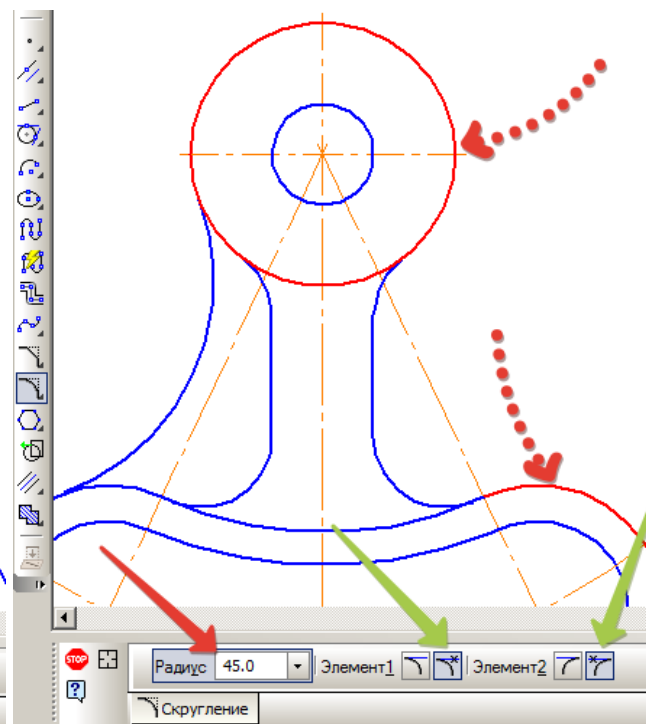
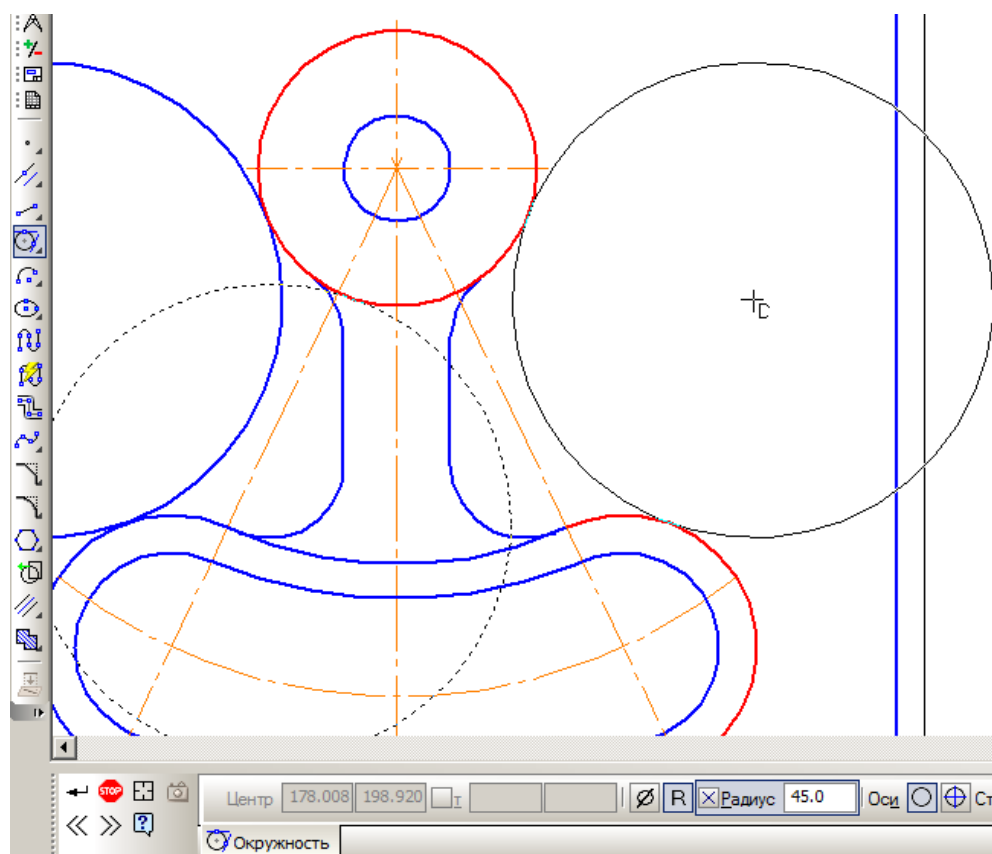

Рисунок 2.53
Рисунок 2.54
Залишилось побудувати спряження бокових сторін. Це можна зробити командою «Скругление» (рис. 2.53) (не обрізаючи лінії) або «Окружность, касательная к 2 кривым» (рис. 2.54) і обрізати зайві частини кіл.
- *Рекомендація:* краще виконувати побудову за допомогою спряжень командою «Скругление», так як в даному випадку не потрібно подальшого редагування контура (рис. 2.53).